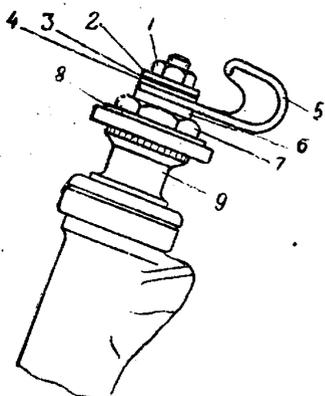

Рис. 46. Демпфер рулевой колонки;
2. Отвернуть контргайку / (рис. 46) и гайку 2 стержня рулевого демпфера.